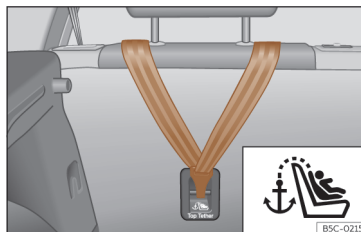
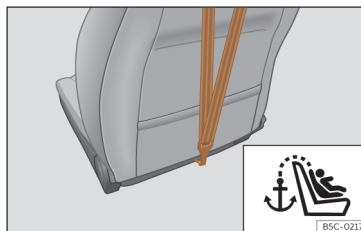

Fig. 42 Parte posterior dos bancos traseiros: fixação para o cinto Top Tether.
Fig. 43 Parte posterior do encosto do banco do passageiro: fixação para o cinto Top Tether (não está disponível em todos os mercados).
As cadeiras infantis com sistema Top Tether incluem uma correia adicional para fixação a um ponto de fixação no veículo. Este ponto de fixação encontra-se na parte traseira do encosto do banco traseiro e do passageiro¹⁾ (identificado com o símbolo ⚓) e proporciona maior retenção >>> Fig. 42, >>> Fig. 43.
- Deslize a correia e fixe-a corretamente na fixação da parte posterior do encosto >>> Fig. 42, >>> Fig. 43.